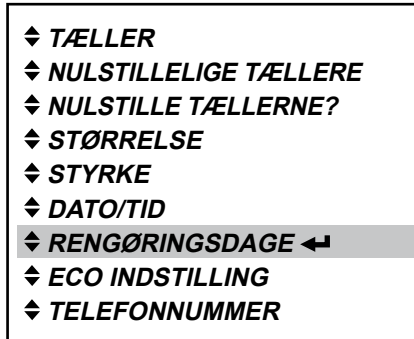

Fig. 38
- Tryk på enter-knappen ↵ for at gå ind i «RENGØRINGS-DAGE» menuen (fig. 38).